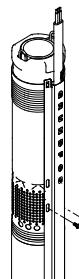

Fig. 10
3. Montera fast kabelskyddsskenan i pumpens inloppssil med de två medlevererade självgångande skruvarna, se fig. 10.